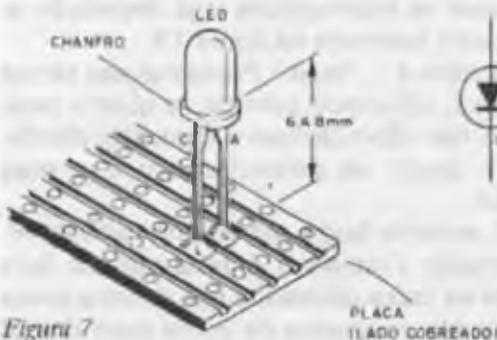

Figura 7
- os LED's devem ficar afastados do plano da plaqueta de uns 6 a 8 mm, tal qual mostra a figura 7, onde também são identificados os lides dos fotemissores, isto é, o anodo A e catodo C;
- esses componentes são dispostos no lado cobreado da plaqueta, como bem o mostra a figura 7.